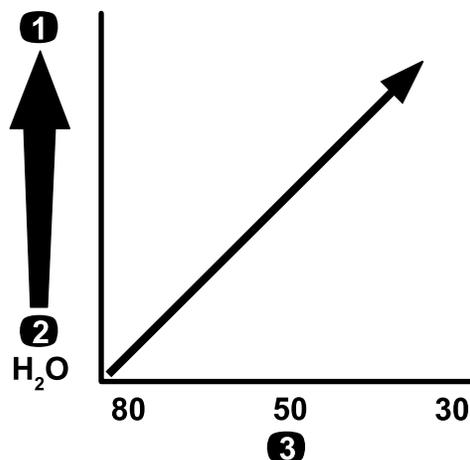

图 12
**重要事项** 当使用更高粘度更稠的化学品或含可湿性粉剂的溶液喷洒时可能需要使用适用于可选吸入式过滤器的更粗网孔请参阅图 12。